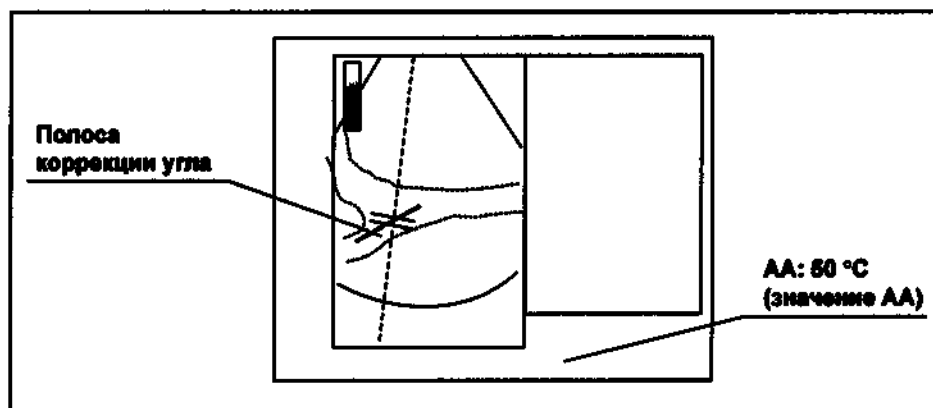

Рисунок 7.141
- Значение ANGLE ADJUST отображается на дисплее монитора. (см. рис. 7.141)